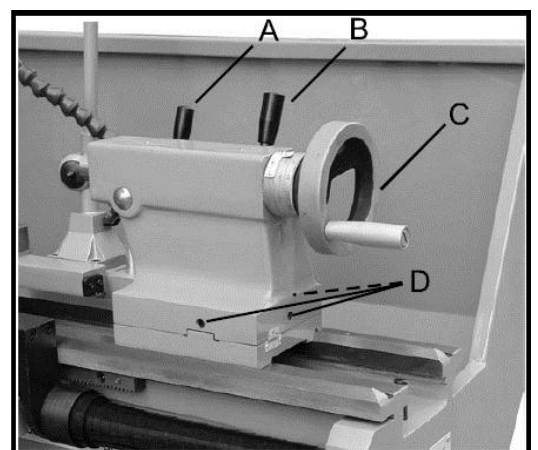

Рис. 17
17. **Рукоятка фиксации пиноли задней бабки (А, Рис. 17)** — расположена на задней бабке. Поднимите ее вверх для того, чтобы заблокировать шпиндель. Опустите вниз для того, чтобы разблокировать его.
18. **Рукоятка фиксации задней бабки (В, Рис. 17)** — расположена на задней бабке. Поверните рукоятку вверх, чтобы заблокировать. Опустите вниз для того, чтобы разблокировать.
19. **Маховичок поперечного перемещения пиноли задней бабки (С, Рис. 17)** — расположен на задней бабке. Для выдвигания пиноли вращайте его по часовой стрелке. Для отвода пиноли вращайте его против часовой стрелки.
20. **Регулировка смещения задней бабки (D, Рис. 17)** — три настроечных винта, расположенные на основании задней бабки, используются для того, чтобы сместить заднюю бабку для режущих конусов. Ослабьте стопорный винт на конце задней бабки. Регулируйте боковые винты до тех пор, пока величина смещения не будет равной нужной величине на линейке. Затяните стопорный винт.